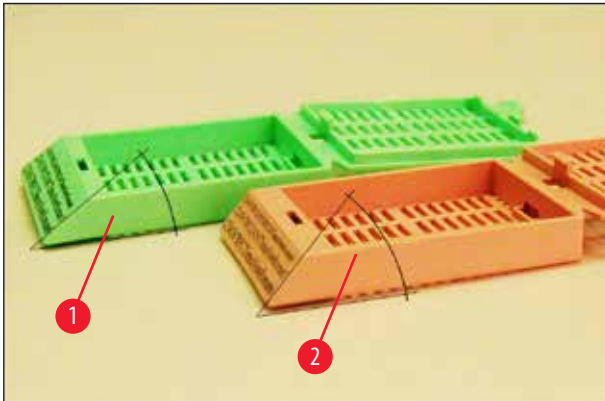

图 8
- 角度 (→ "图 8") (从底部测得) 可以是 35° (→ "图 8-1") 或 45° (→ "图 8-2")。